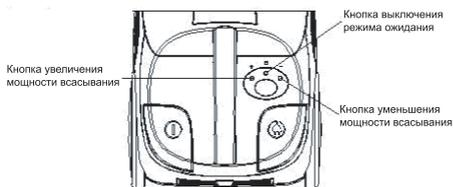

Рис. 7
3. Нажмите кнопку ВКЛ/ВЫКЛ (I), загорится зеленый индикатор на корпусе пылесоса. После этого пылесос будет находиться в режиме ожидания.
4. Нажмите кнопку выключения режима ожидания, после чего пылесос начнет работать в минимальном режиме всасывания (Рис. 7).
После того, как пылесос начал работу с минимальной мощностью выставите необходимую мощность, используя кнопки (+) и (-) на корпусе пылесоса (Рис. 7). Пылесос имеет 4 уровня мощности всасывания: минимальная, средняя, высокая, турбо. На корпусе пылесоса находятся 4 индикатора. Каждому уровню мощности всасывания соответствует определенное количество горящих индикаторов. Например, три горящих индикатора означают, что выбран высокий режим всасывания.